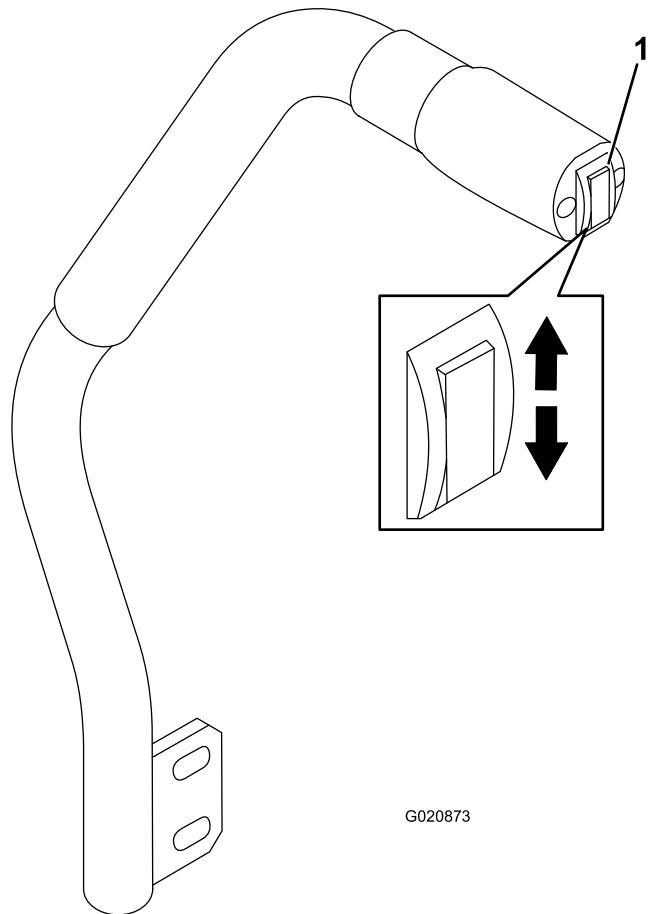

Рисунок 23
Подъем и опускание режущего блока производится с помощью переключателя подъема деки (Рисунок 23). Рычаг можно использовать только при работающем двигателе.
- Чтобы опустить режущий блок, нажмите переключатель подъема деки вниз (Рисунок 23).
- Чтобы поднять деку газонокосилки, нажмите переключатель подъема деки вверх (Рисунок 23).
1. При работающем двигателе нажмите переключатель подъема деки вверх, пока режущий блок не поднимется полностью, и немедленно отпустите переключатель (Рисунок 23).